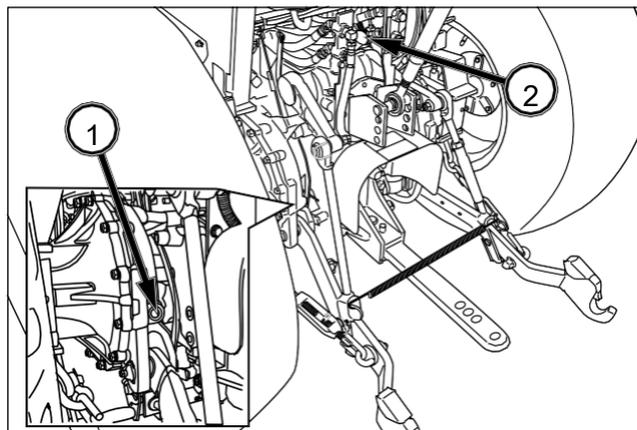

FIG. 196
FIG. 196: Para comprobar el nivel de aceite de la transmisión - Aparque el tractor en suelo llano. El nivel de aceite debe ser visible en la mirilla del nivel de aceite (1).